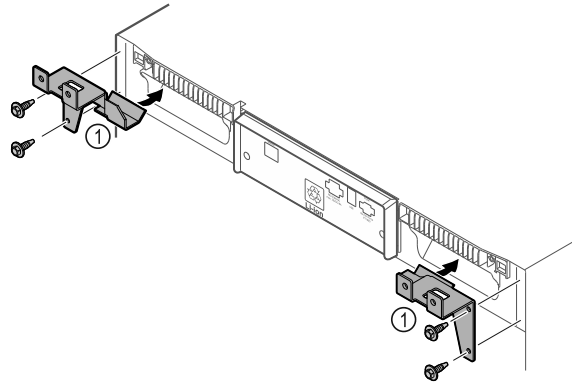

Fig. 11
- Asenna pidinosat Fig. 11 (1) kierteittäville ruuveille laitteeseen.